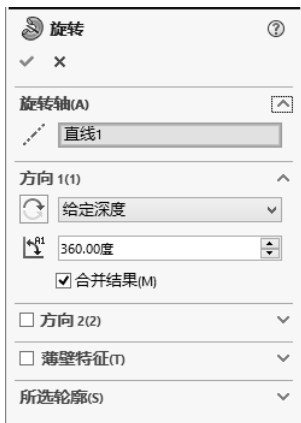
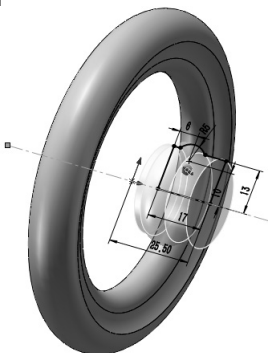

图 3-48 “旋转” 属性管理器
图 3-49 创建安装座基体
④ 创建安装座基体。单击“特征”控制面板中的“旋转凸台/基体”按钮，弹出“旋转”属性管理器；在绘图区选择过坐标原点的中心线作为旋转轴，选择旋转类型为“给定深度”，在“角度”文本框中输入 360.00 度，其他选项设置如图 3-48 所示；单击“确定”按钮，完成安装座基体的创建，效果如图 3-49 所示。
⑤ 新建草图。选择图 3-49 中安装座的顶端面，单击“草图”控制面板中的草图绘制按钮，在其上新建一张草图。单击“前导视图”工具栏中的“正视于”按钮，使视图方